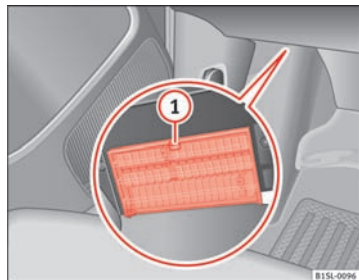

Fig. 142 Under instrumentpanelet i førersiden: afdækning på sikringsboks
- **Åbning:** Tryk på låsearmen ⇒ Fig. 142 ①, indtil afdækningen kan åbnes.
- **Lukning:** Klap afdækningen opad mod pilens retning, indtil du kan høre, at den gør i hak i låsearmen ①.